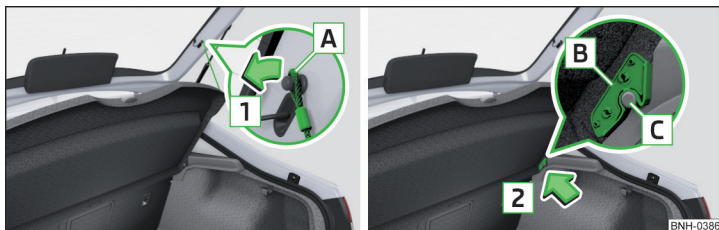

Fig. 109 Scoaterea copertinei portbagajului
Dacă benzile de susținere » fig. 109 sunt agățate de capota portbagajului, la deschiderea capotei se ridică și masca portbagajului (denumită în continuare doar mască).
- ▶ Desprindeți benzile de susținere de pe ambele părți ale capotei portbagajului, în sensul săgeții » fig. 109.
- ▶ Poziționați elementele de fixare de pe capac peste elementele de susținere , de pe capitonajul lateral » fig. 109.